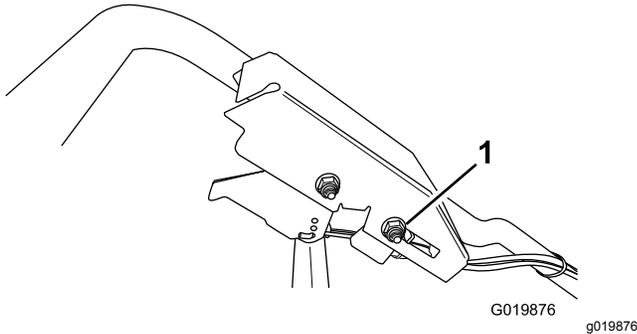

Figura 50
2. Desaperte porca de suporte do cabo (Figura 50).